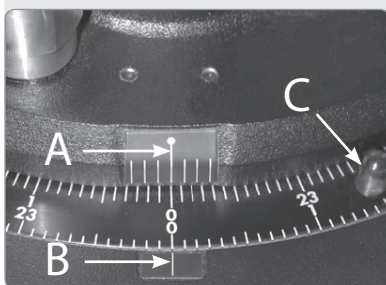

Fig. 39 : Alignez les repères pour mettre les bras de la fourche en position 00 H.A.
- d. Desserrez le blocage en A.D. et faites tourner la fourche jusqu'en position 00 H. A. : le repère en bas de la fourche (A, Fig. 39) doit être aligné avec celui de l'embase (B, Fig. 39).
Si vous souhaitez utiliser manuellement les cercles, le cercle de l'A.D. (Fig. 36) doit être calibré manuellement sur l'ascension droite d'une étoile chaque fois que le télescope est installé (Le cercle de l'A.D. a deux séries de chiffres, l'intérieure pour l'Hémisphère Sud, et l'autre pour l'Hémisphère Nord). Pointez une étoile que vous connaissez. Vérifiez son ascension droite. Une fois l'étoile centrée dans le champ de vision de l'oculaire, faites tourner le cercle à l'aide du bouton (C, Fig. 39), jusqu'à ce que son ascension droite s'aligne avec le repère sur la base du télescope (B, Fig. 39).